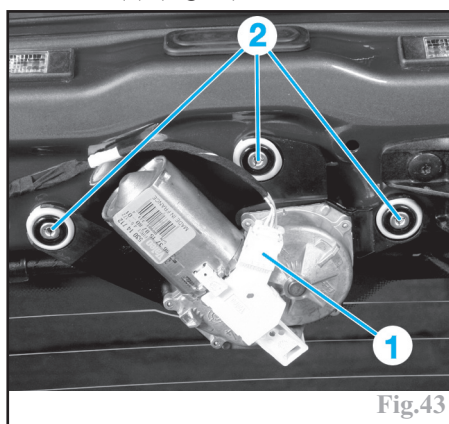

Fig.43
- Débrancher le connecteur du moteur d'essuie-vitre (1) (Fig.43).